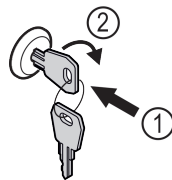

Fig. 104
- ▶ Klíč zasuňte dovnitř Fig. 104 (1).
- ▶ Otáčejte klíčem o 90° ve směru hodinových ručiček Fig. 104 (2).